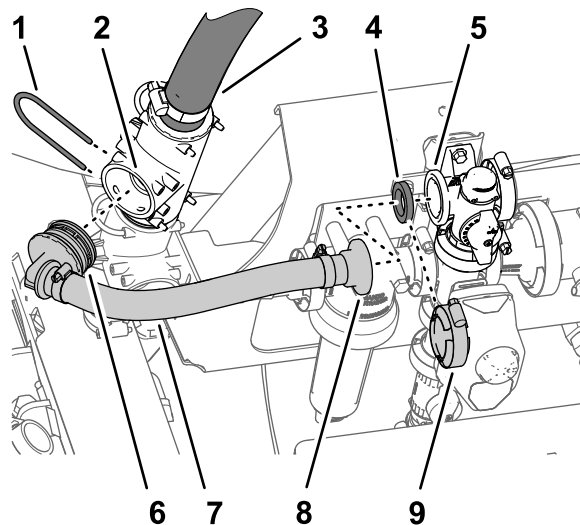

Figura 8
1. Alinee el acoplamiento dentado de 90° de la manguera de desvío de agitación nueva con el orificio abierto del acoplamiento en T superior, e introduzca el acoplamiento de 90° hasta que quede asentado en el acoplamiento en T (Figura 8).
2. Sujete el acoplamiento dentado de 90° al acoplamiento en T con la horquilla de retención (Figura 8) que retiró en el paso 2 de Retirada de las mangueras \(página 5\).
3. Alinee el acoplamiento recto con brida de la nueva manguera de desvío de agitación y la junta con la brida de la válvula de desvío (Figura 8).
4. Sujete el acoplamiento recto con brida y la junta a la válvula de desvío con la brida de fijación (Figura 8) que retiró en el paso 2 de Retirada de las mangueras \(página 5\).